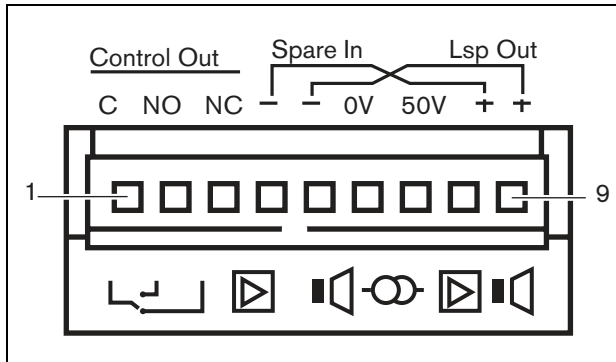

рисунок 9.4: Разъем канала усилителя
Канал усилителя (см. рисунок 9.4) – это группа выходящих сигналов, которые были обработаны одним блоком усилителя мощности. Количество каналов усилителя зависит от типа усилителя мощности (см. таблица 9.3).
Каждый канал усилителя имеет один выход управляющего сигнала. Выход управляющего сигнала может использоваться для отправки сигналов к оборудованию стороннего производителя для запуска действий. Каждый управляющий выход имеет три контакта (см. рисунок 9.4). Общий контакт (С) выхода управляющего сигнала всегда должен быть присоединен. Нормально замкнутое (NC) или нормально разомкнутое (NO) состояние другого присоединенного контакта зависит от того, какое действие должно выполняться при активном состоянии управляющего выхода (см. таблица 9.5).